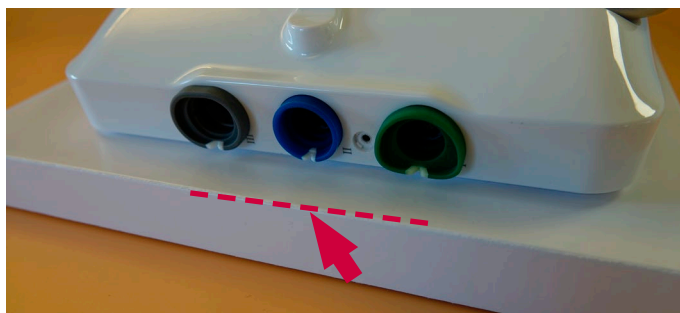

图 35 从装有色环的一侧开始放置后壳
- c) 从放置色环的一侧开始, 在显示器上装上后壳 (图 35)